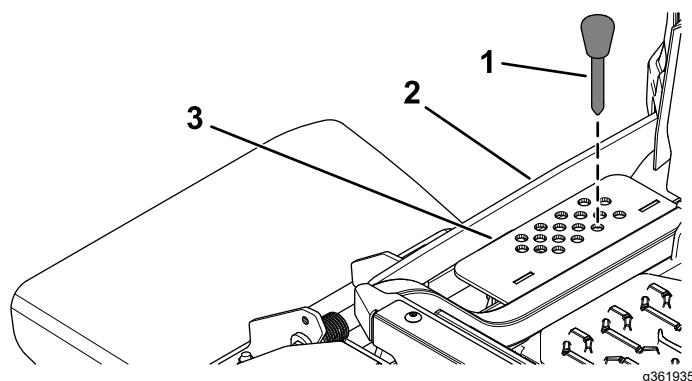

Figure 32
2. Placez l'axe de chape dans le trou du support correspondant à la hauteur de coupe voulue (Figure 32).
3. Appuyez sur le bas de l'interrupteur de commande du plateau jusqu'à ce la tringlerie de hauteur touche légèrement la goupille de hauteur de coupe (Figure 32).